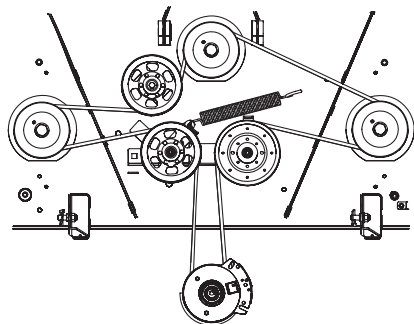

Figure 4-24
5. Placez la courroie neuve autour des poulies de fusée et remplacez les couvercles de courroie. Voir Figure 4-24.